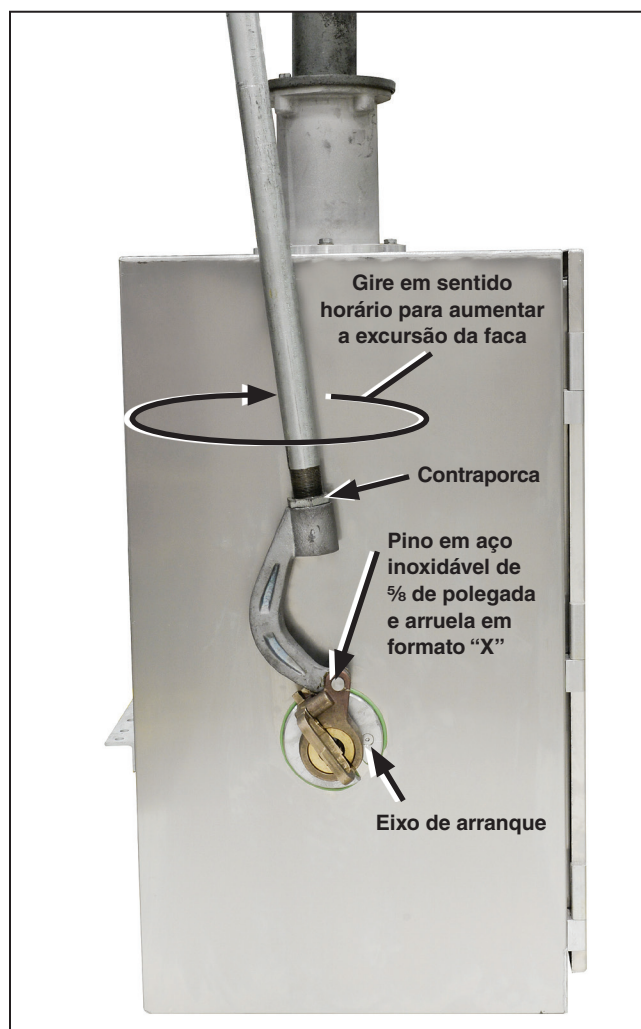

Figura 19. Parte traseira do operador motorizado.
PASSO 5. Conecte a forquilha em formato “C” no lado inferior do conjunto de tubos verticais de operação ao eixo de arranque na parte traseira do operador motorizando usando pino de 5/8 de polegada em aço inoxidável e uma arruela em formato “X” fornecidos. Ver Figura 19 e Figura 20. Em seguida, conecte o estribo entre o lado superior do conjunto de tubos verticais de operação e o braço mais curto da manivela articulada na base de alta velocidade usando um pino de 5/8 de polegada em aço inoxidável e um contrapino fornecidos. Ver Figura 16 na página 23.